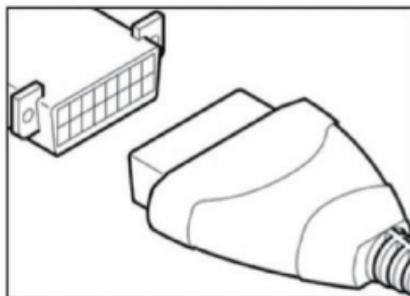

Figure 3.1.3
3. Connectez correctement l'outil d'analyse au DLC (voir la figure 3.1.3). Le connecteur du câble est claveté et ne se branche que dans un seul sens.